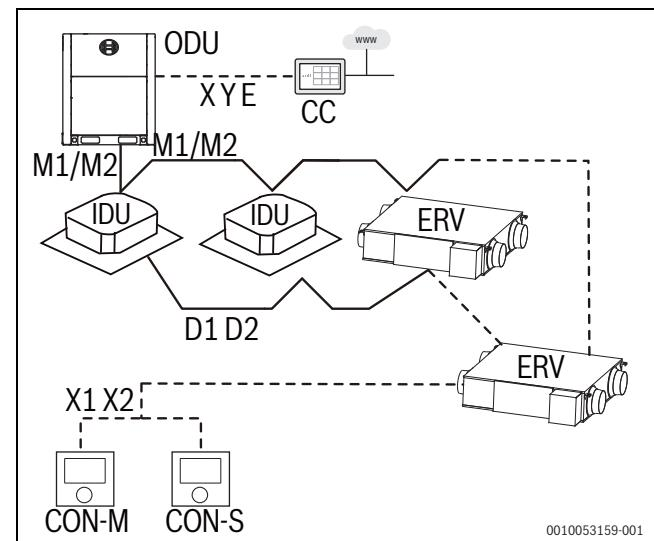

Fig. 18 Unități ERV multiple cu una sau mai multe unități interioare
- Grup de până la 16 unități ERV combinate sau unități interioare standard controlate cu un controler sau două controlere (master/slave) (→ Fig. 18).